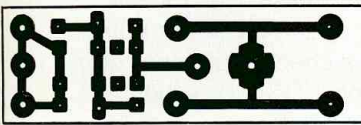

Fig. 16 : C.I. du clavier.
• LE CI DU CLAVIER – voir Fig. 16.